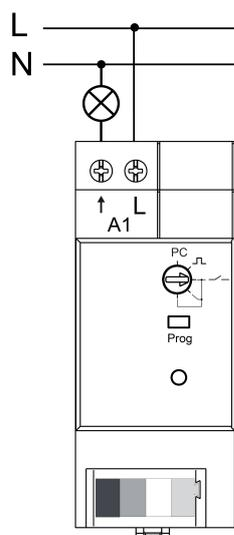

Bild 3: Anslutningsexempel
- Anslut enheten enligt anslutningsexemplet (bild 3).